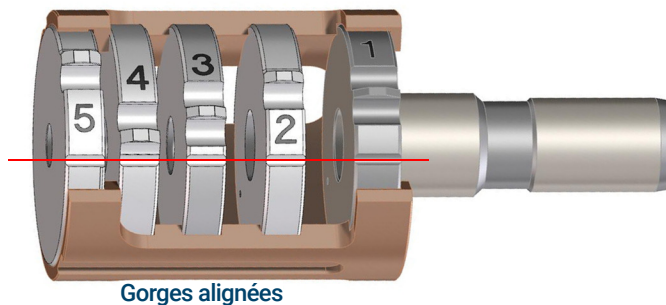

Figure 50. Ensemble lentilles de source EI HES assemblé
- 1 Monter les cinq lentilles à l'intérieur de l'isolant de lentille. (Voir **Figure 50** page 177.) Le numéro de la lentille est gravé dans la circonférence externe de chaque lentille.